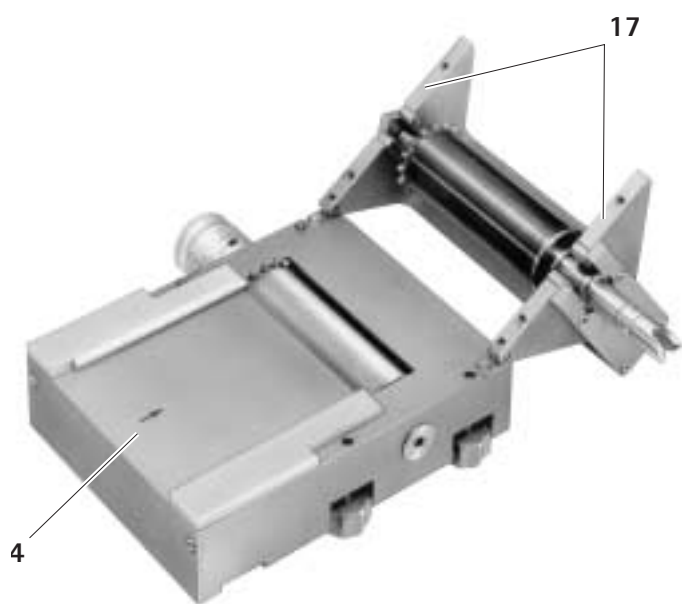

Fig. 2
- Abrir la parte superior **17**, ver Fig. 2.
- Plegar la parte superior **17** para unir la con la parte inferior **14**, ver Fig. 2.